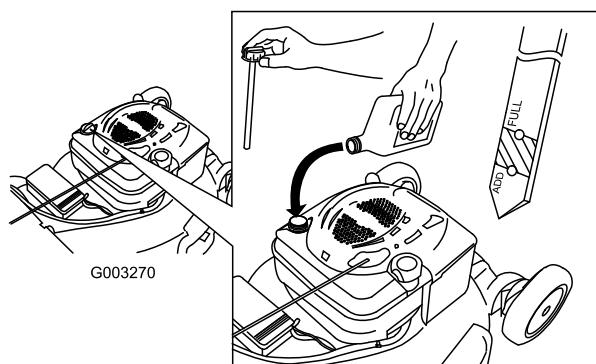

Figure 32
4. Versez de l'huile **lentement** dans le goulot de remplissage pour faire monter le niveau de liquide jusqu'au repère du plein (Full) sur la jauge (Figure 32). **Ne remplissez pas excessivement.** (Remplissage max. :0,59 l (20 onces), type : huile détergente SAE 30W de classe de service API SF, SG, SH, SJ, SL ou supérieure.